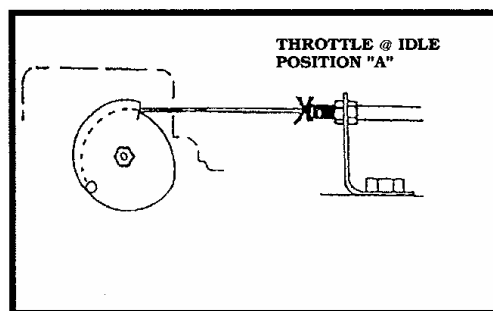

Figure 4
A. 於油門踏板完全釋放的狀況下，於油門鋼索上作一記號 "A" (Figure 4)